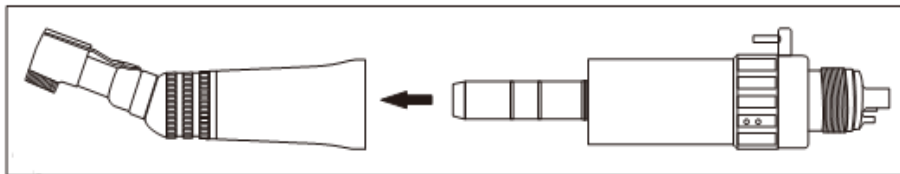

Рисунок 1
- 1) Вставьте наконечник непосредственно в разъем мотора (Рисунок 1).